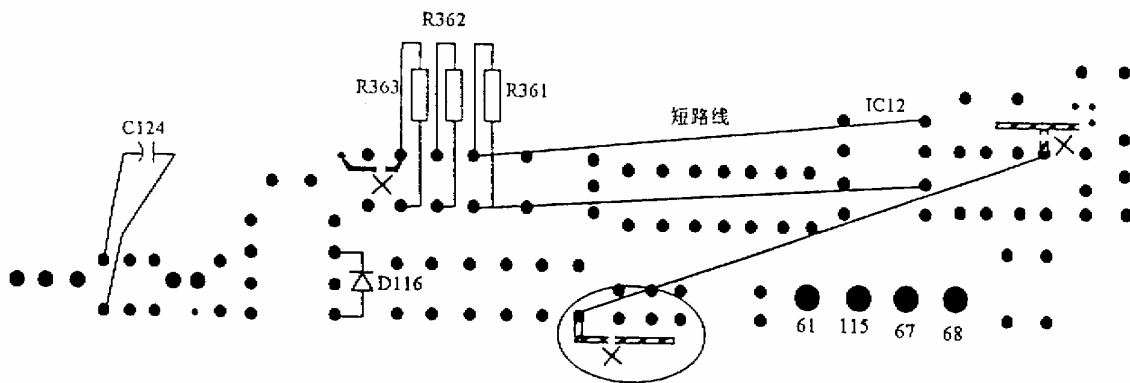

图 4 焊点图
- 1) 将电容 C124（ECA1EM221B）、二极管 D116（S5688GTPA3）、电阻 R361（ERDS2TJ153T）、R362（ERDS2TJ103T）、R363（ERDS2T100T）按图 4 所示位置插入 P 板。
- 2) 用短路线将 D116 阳极与 ZD20 阴极短接，R361 上、下两端分别与 IC12①、IC12③短接。
- 3) 按图 4 所示，将打“×”的部位板条断开。▬▬▬▬ 表示正面，▬▬▬▬ 表示反面。